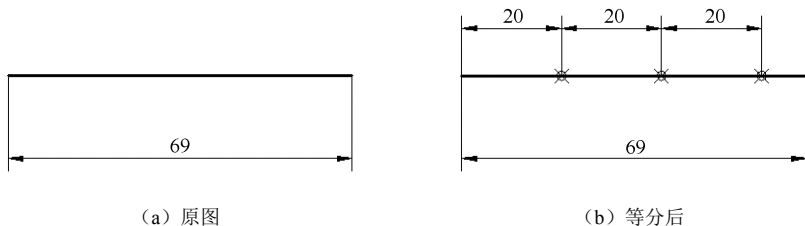

图 3-9 定距等分线段
**例 3-1** 在已知直线上每隔 20 设置一个点，如图 3-9 所示。